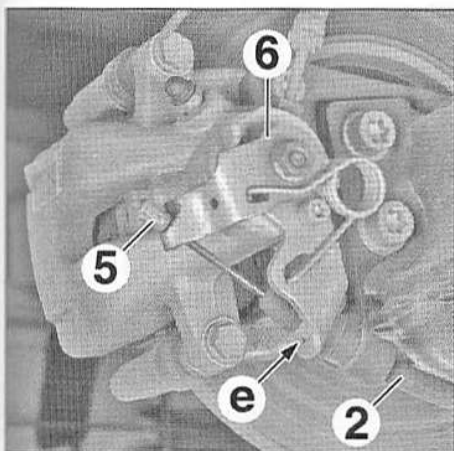

FIG.50
- De chaque côté (Fig.50) :
- Dégager l'embout (5) du levier (6).
- Libérer le câble (2) de l'oeillet en (e).
- Déposer les câbles (2).